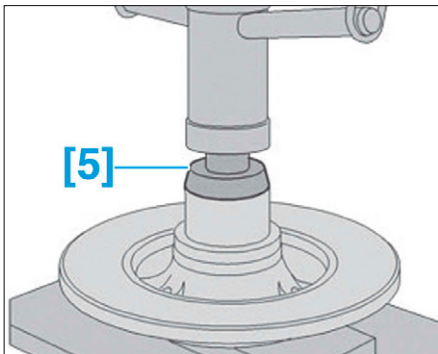

FIG. 40
- Mettre en place l'outil [5] et monter, à la presse, le roulement jusqu'en butée (Fig.40).